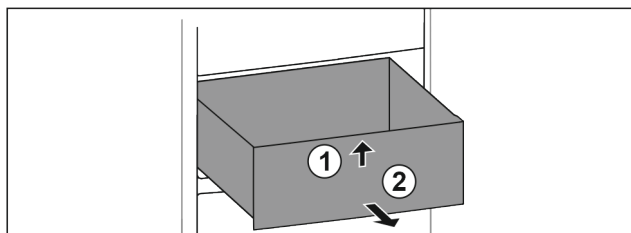

Fig. 19
- ▶ Unieść szufladę z przodu. Fig. 19 (1)
- ▶ Wyjąć szufladę do przodu. Fig. 19 (2)